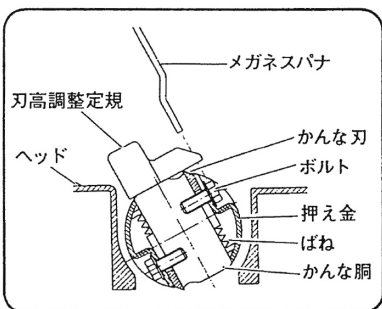

図 28
(5) 付属のメガネスパナ (10mm) で外側のかなな刃取付け用ボルト 2 本を仮締めし、刃高調整定規を取りはずします。(図 28)